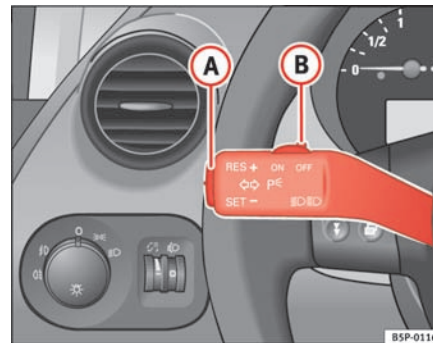

Fig. 140 Blink- og fjernlysarm: kontakt og vippeknap til fartpilot
- Tryk et kort øjeblik på den nederste del af vippeknappen, når du har nået den ønskede hastighed – **SET** ⇒ fig. 140 **A**.